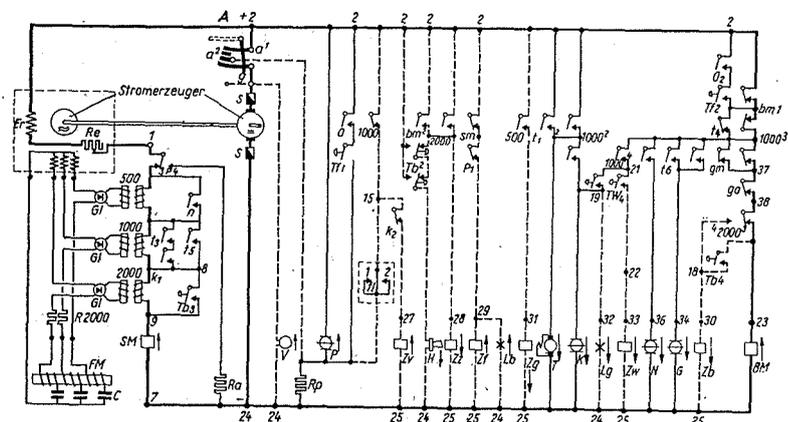

Bild 7 Schaltung der induktiven Zugbeeinflussungseinrichtung
Beeinflussungsstromkreise am Lokomotivmagneten liefert. Die gesamte Schaltung des Geräts ist in Bild 7 wiedergegeben. Man sieht links die drei Hauptrelais für 500, 1000 und 2000 Hertz mit je einem besonderen Kippanker. Links unten ist der Lokomotivmagnet (FM) mit den Stromspulen dargestellt.